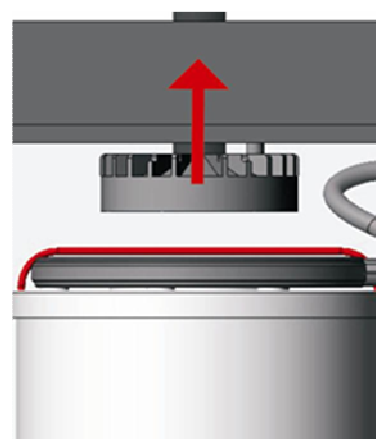

Fig. 29
3. Soulevez la bride de vapeur supérieure en la décrochant du cylindre (Fig. 29).